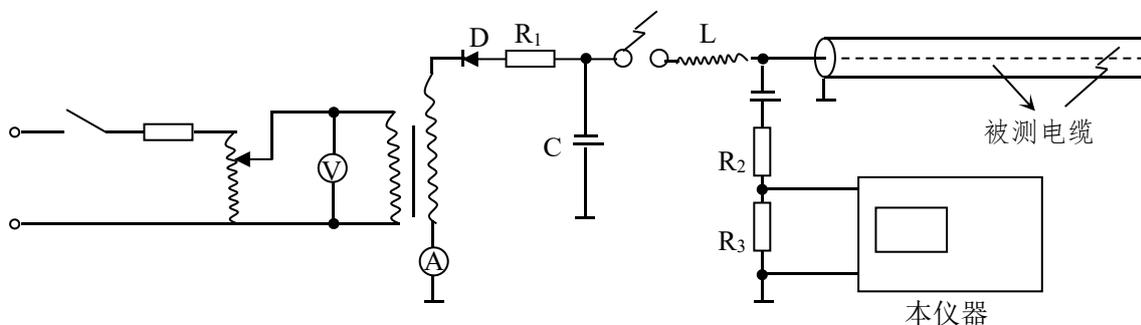

图 9 冲击高压法测试原理图
3) 按图 9 所示线路连接设备。地线要求接触良好。其中储能电容 C 要求大于  $1 \mu F$ ，耐压应能满足试验要求。其它设备要求与直闪法相同。电感一般取 27001 中的 2 或 3，也可视被测电缆段的长度或根据反射波形适当增大或减小。